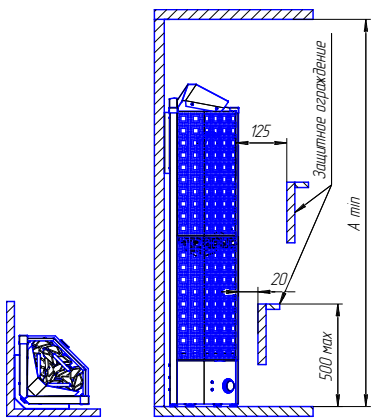

Рис. 1 Безопасные расстояния
6.1. ВЫБОР МОЩНОСТИ каменки необходимо производить с учетом размеров сауны (п.2.), помещения парилки (п.п.6.2.), а также расстояний от каменки до стен, потолка, пола в соответствии с размерами указанными на Рис.1, таблица 3 «Безопасные расстояния». Каменка со слишком большой мощностью нагреет сауну слишком быстро, камни не успеют хорошо прогреться и вода, политая на камни, вместо того, чтобы превратиться в пар, просто стечет. С другой стороны, при недостаточно мощной каменке, процесс нагрева сауны будет нежелательно долгим, что сокращает срок службы нагревательных элементов.
после монтажа каменки, для этого используйте комплект крепежа. Около каменки стены должны иметь огнезащитную панель из листового металла с теплоизоляцией из листового асбеста или минваты, на полу так же должен располагаться слой теплоизоляции. Установку защитной решетки вокруг каменки следует производить на расстояниях согласно рис.1 "Безопасные расстояния".